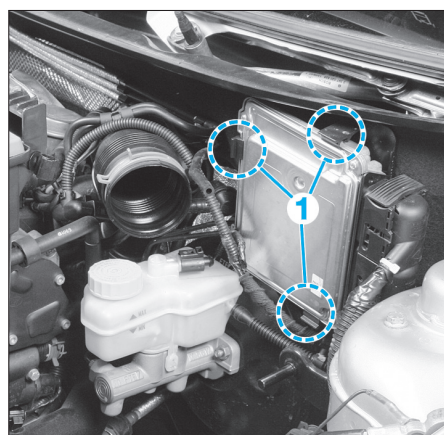

Fig. 18
- Débrancher puis déclipper le calculateur de gestion moteur aux endroits indiqués (1) (Fig.18).